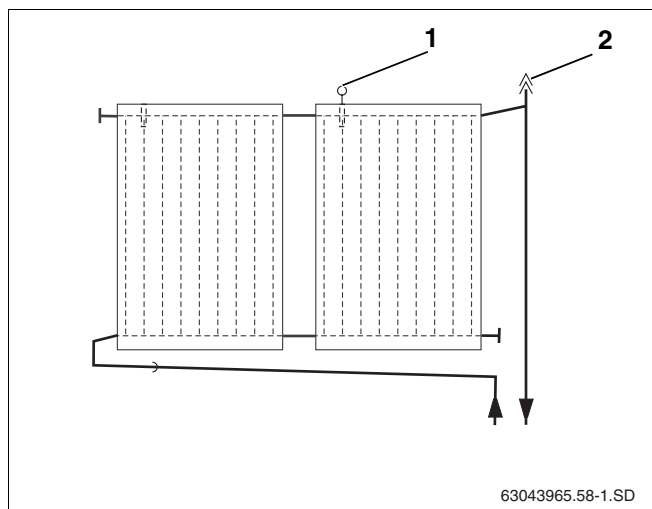

Fig. 36 Purgeur pour raccordement de départ
Si vous souhaitez purger l'installation solaire à l'aide d'un purgeur automatique (accessoire) au point le plus élevé de l'installation, posez la conduite de départ en pente ascendante vers le purgeur (fig. 36, **pos. 2**) et la conduite de retour en pente ascendante vers le champ de capteurs (fig. 36).